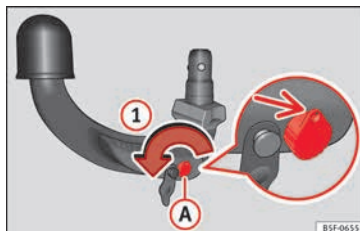

Fig. 220 Paso 1
- Gire la llave en el sentido de la flecha ① hasta que la parte agujereada de la llave llegue a su posición superior »» fig. 220.